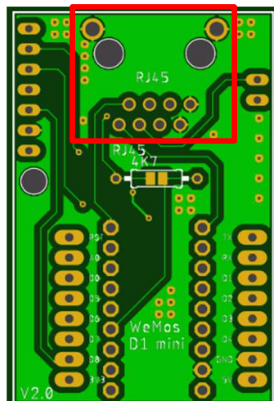

Figura 17 - Ficha RJ45
3. Na mesma face dos passos anteriores, encaixe a ficha RJ45 no local destinado e proceda à sua soldadura (Figura 17).